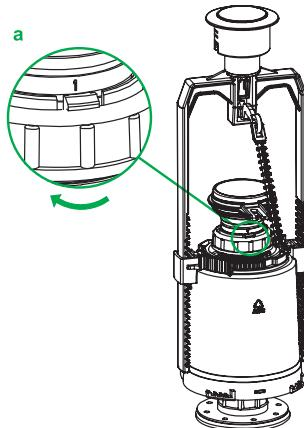
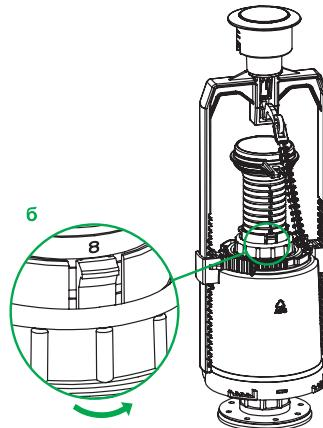

Рис. 11 / 11-сур.
Рис. 12 / 12-сур.
5. По часовой стрелке открутите гайку трубы перелива (рис. 11а) и установите необходимый уровень перелива (рис. 12). **Верхний край трубы перелива должен быть на 2–4 см выше уровня воды.** Зафиксируйте это положение поворотом гайки против часовой стрелки (рис. 12б).